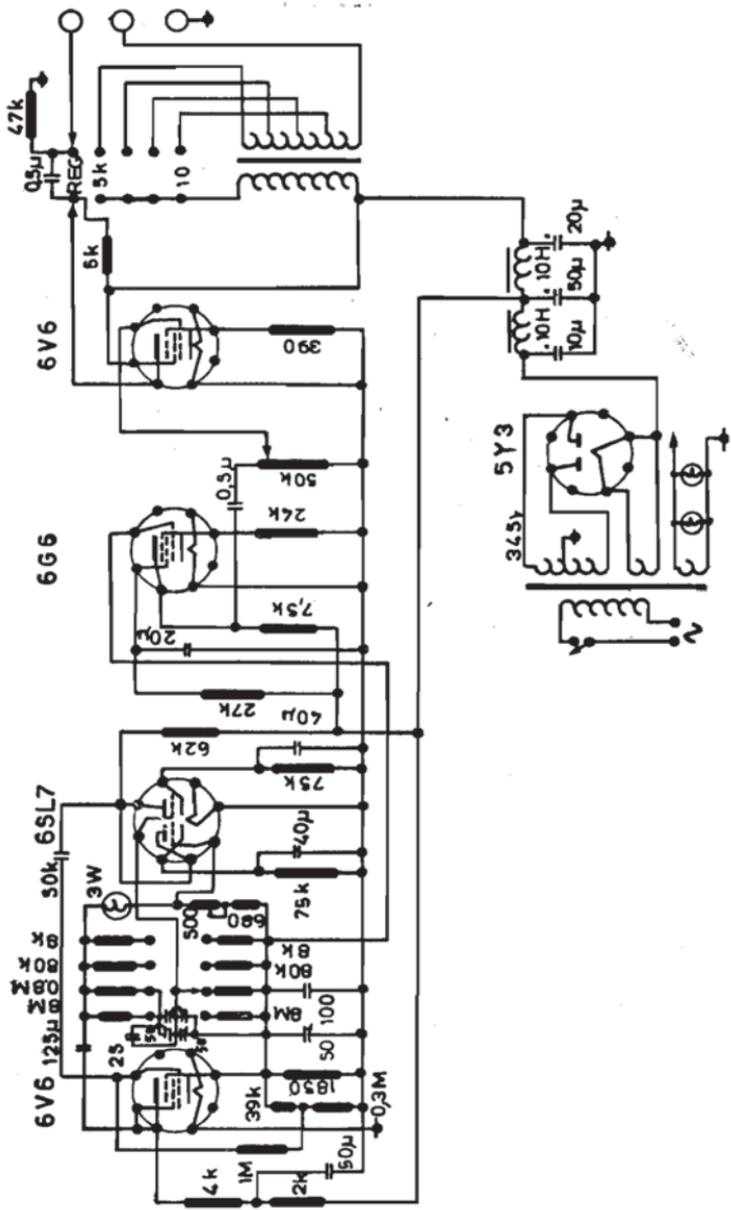

Fig. 242. - Generatore A.F. Jackson 655.
*Generatore AF Jackson 655, fig. 242.*